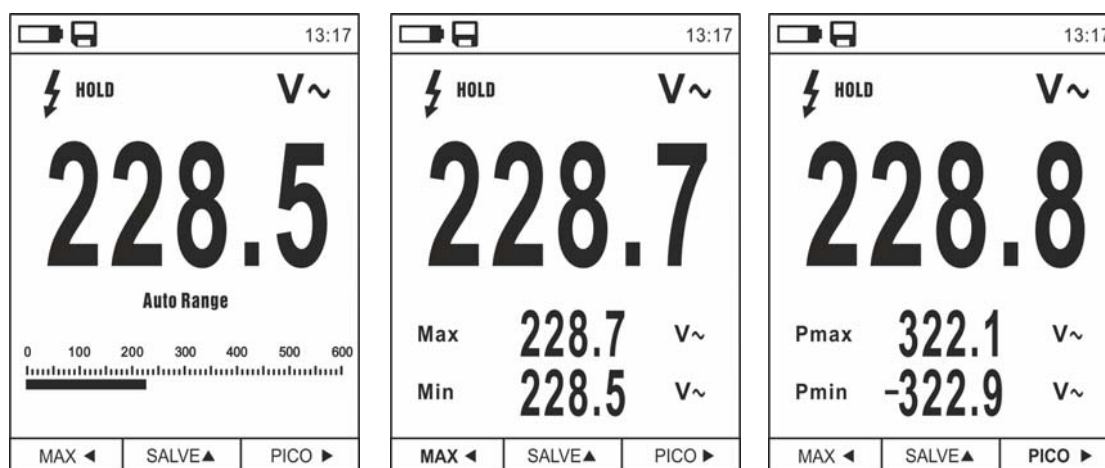

Fig. 9: Medição do MAX/MIN e PICO
1. Premir o botão **MAX** ◀ para entrar na medição dos valores MAX e MIN da grandeza em exame (ver Fig. 9 – parte central). Os símbolos “MAX” e “MIN” são apresentados no display
6. Premir o botão **PICO** ▶ para entrar na medição dos valores de Pico da grandeza em exame (ver Fig. 9 – parte direita). Os símbolos “Pmax” e “Pmin” são apresentados no display e os valores são atualizados com as mesmas modalidades da função MAX/MIN